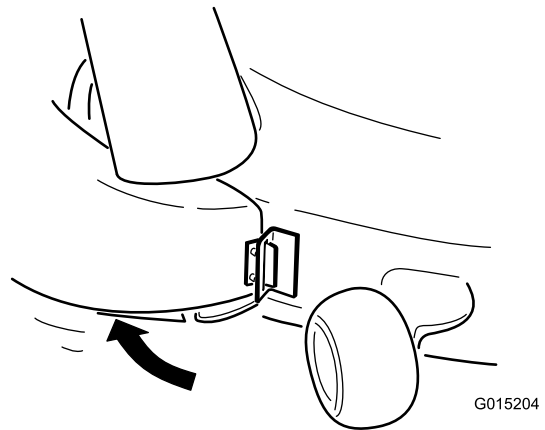

Bild 22
2. Drehen Sie den Auswurfkanal nach hinten zum Mähwerk, sodass der Auswurfkanal mit dem Mähwerkgehäuse bündig ist (Bild 22).